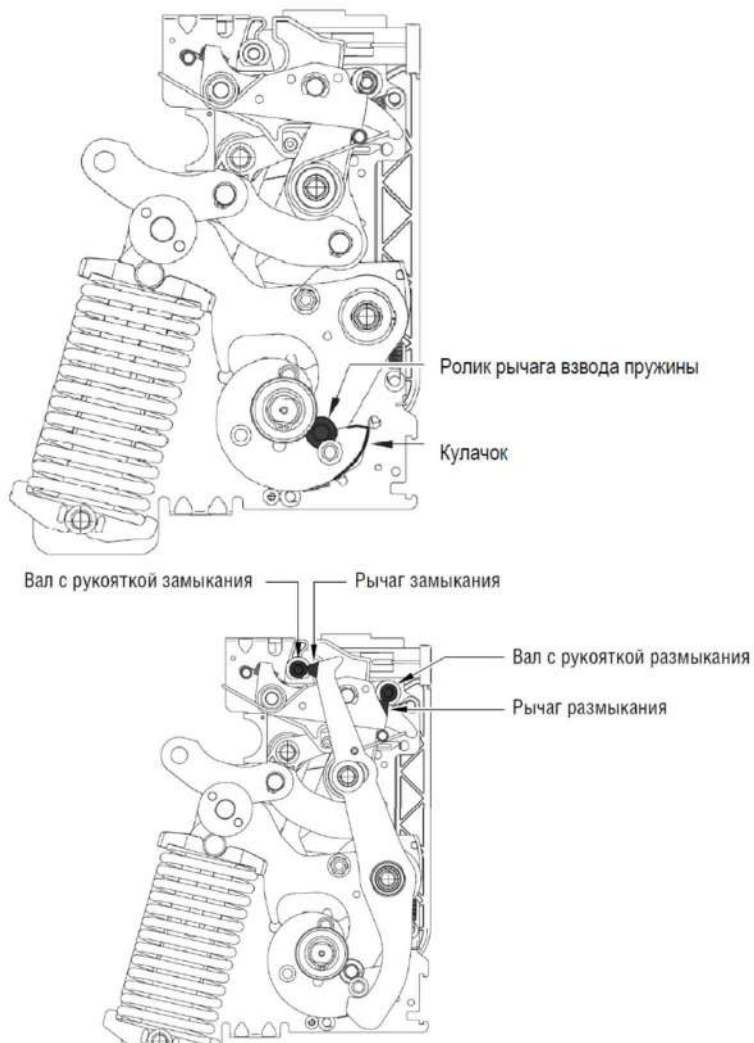

Рисунок 38 – Смазка
7.2.4 Заменить смазку (рисунок 38). Используемые смазочные материалы: Rheolube 368 (смазку можно приобрести на предприятии-изготовителе выключателей) AX-1 марки Tesnolube Seal. Выполнение смазки указанных деталей не требует их демонтажа, достаточно воспользоваться подходящим инструментом (например, кисточкой).